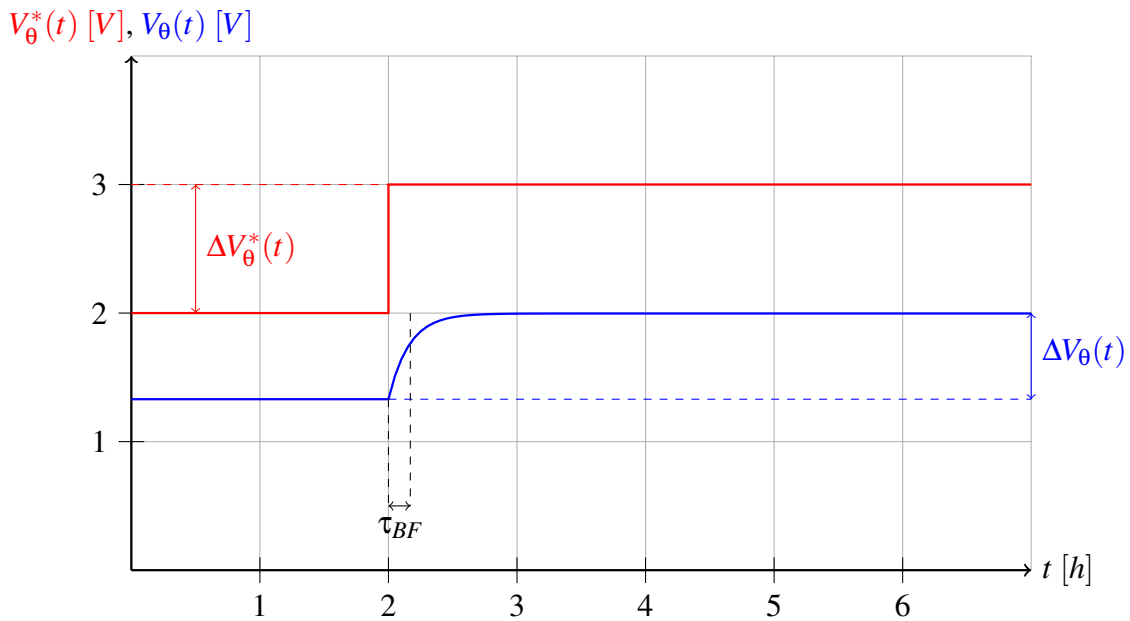

FIGURE 5 – Réponse du système en boucle fermée à un échelon de la température de consigne
- (e) La réponse temporelle de l'asservissement à un échelon de la température de consigne peut alors être tracée (FIGURE 5).